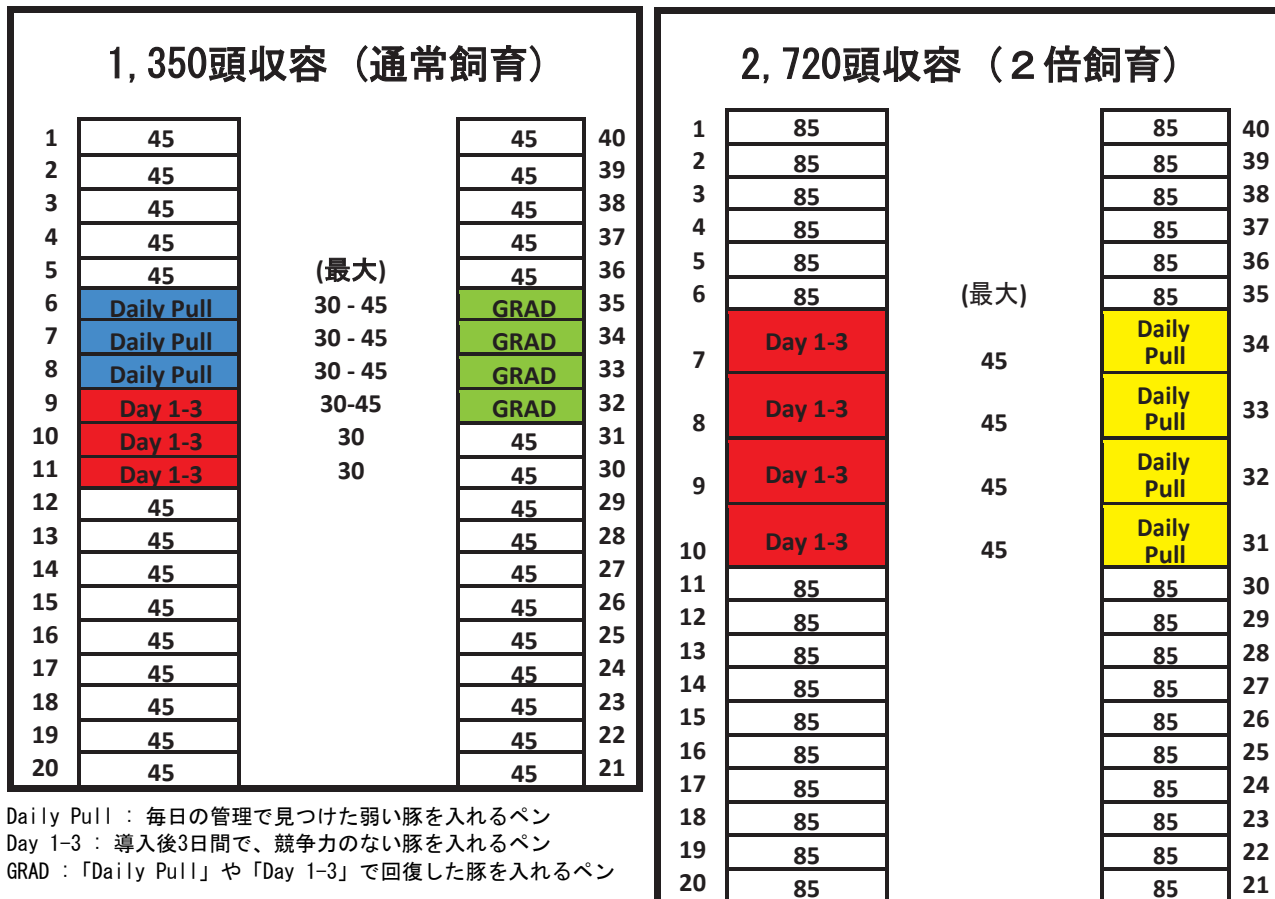

図 6.1: 収容計画策定のための豚舎マップ作成例
- 豚舎への豚の導入時に治療用のペンを確保しておく場合の收容例は図6.1の通りです。